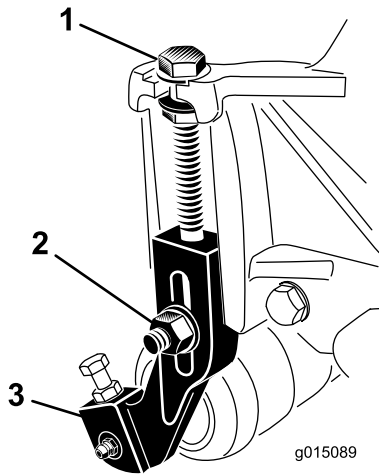

Figura 14
1. Afloje las contratuercas que sujetan los soportes de ajuste de la altura de corte a las placas laterales de la unidad de corte (Figura 14).